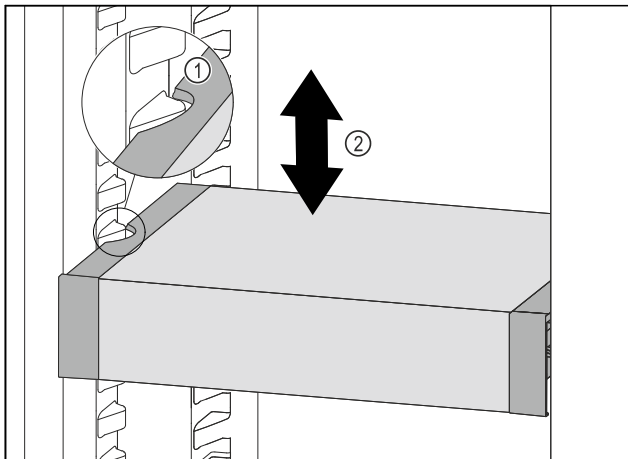

Fig. 87
- ▶ VarioSafe naar voren trekken tot de uitsparingen aan de zijkant van de VarioSafe zich ter hoogte van de rib in het koelgedeelte bevinden. Fig. 87 (1)
- ▶ VarioSafe in het koelgedeelte omhoog of omlaag bewegen tot de gewenste hoogte is bereikt. Fig. 87 (2)